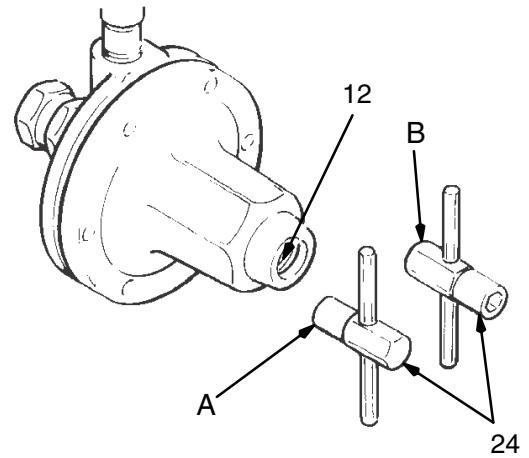

图 3
- a. 仅针对弹簧式调节器（参见图 3）。可通过以下两种方式完全打开调节器：
- a. 仅针对弹簧式调节器（参见图 3）。可通过以下两种方式调节调节器：
1. 关闭调节器：啮合调节器钥匙（24）的内螺纹端（A）与调节螺钉（12），逆时针转动调节器钥匙以释放弹簧张力。参见图 3。
3. 顺时针转动调节器钥匙（24）以增加流体压力。参见图 3，调节需要的喷型。